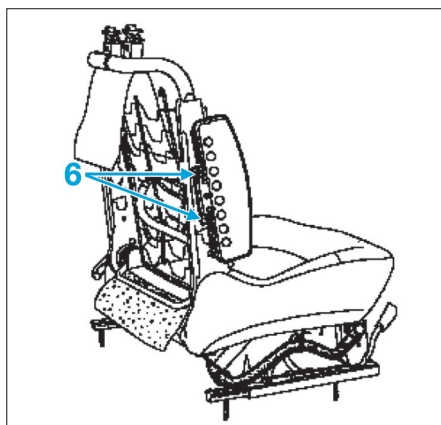

Fig. 10
• Déposer les deux vis de fixation (6) du module airbag (Fig.10).